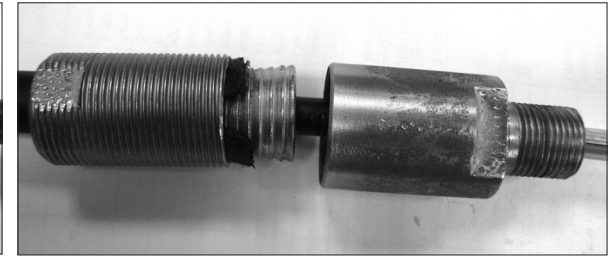

Рисунок 4.8 – Установка штуцера на втулку с наружной резьбой
**4.3.2** Установить втулку с наружной резьбой поверх лепестков сталеполиэтиленовой оболочки, надвинуть на нее штуцер (рис. 4.8).